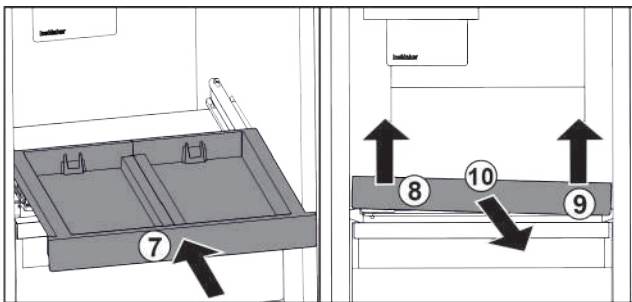

Fig. 25
- ▶ Вставити витяжну панель. Fig. 25 (7)
- ▶ Підняти витяжну панель спереду ліворуч. Fig. 25 (8)
- ▶ Підняти витяжну панель спереду праворуч. Fig. 25 (9)
- ▶ Витяжну панель витягнути вперед. Fig. 25 (10)